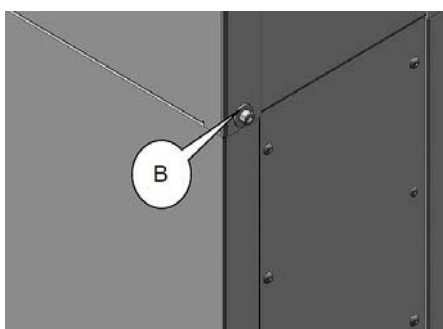

Fig. 12 : Fixation du rabot de surface et d'épaisseur
Étape 9 : Le rabot de surface et d'épaisseur à l'aide des vis et des rondelles (B, Fig.12) sur le cadre de base de la machine.